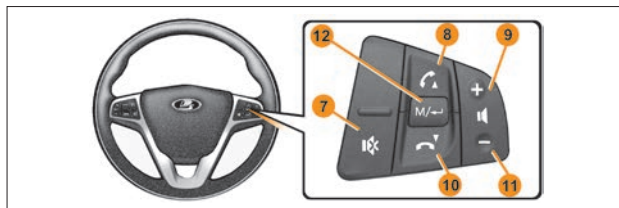

Рис. 2. Блок управления мультимедийной системой
- выключатель «**M/**» – выбор источника (радио/USB/SD), (рис. 2, п. 12);